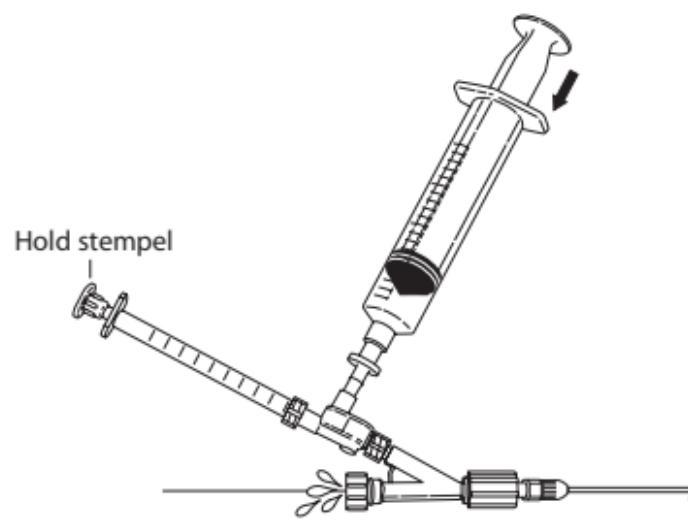

Fig. 6
8. Tøm eventuelt resterende luftbobler ved at holde stemplet i 1 mL sprøjten stationært og langsomt trykke på 20 mL sprøjten for at tvinge eventuelt resterende luftbobler ud. Når al luft er fjernet fra systemet, strammes Tuohy-Borst ventilen om spidsstopperen. (**Fig. 6**)